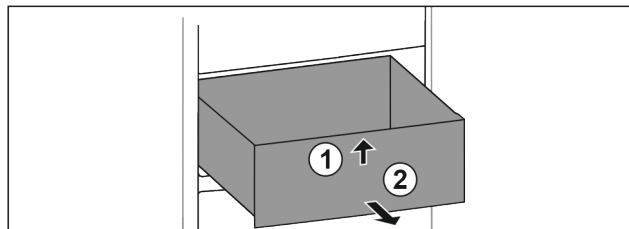

Fig. 31
- ▶ Nadzvedněte zásuvku vpředu. Fig. 31 (1)
- ▶ Vyjměte zásuvku dopředu. Fig. 31 (2)